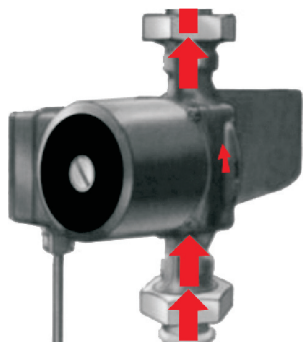

рис. 2
**Внимание!** При подключении насоса к водопроводу проверьте правильность соединения и направление потока, обозначенного стрелкой на корпусе насоса (рис.2).